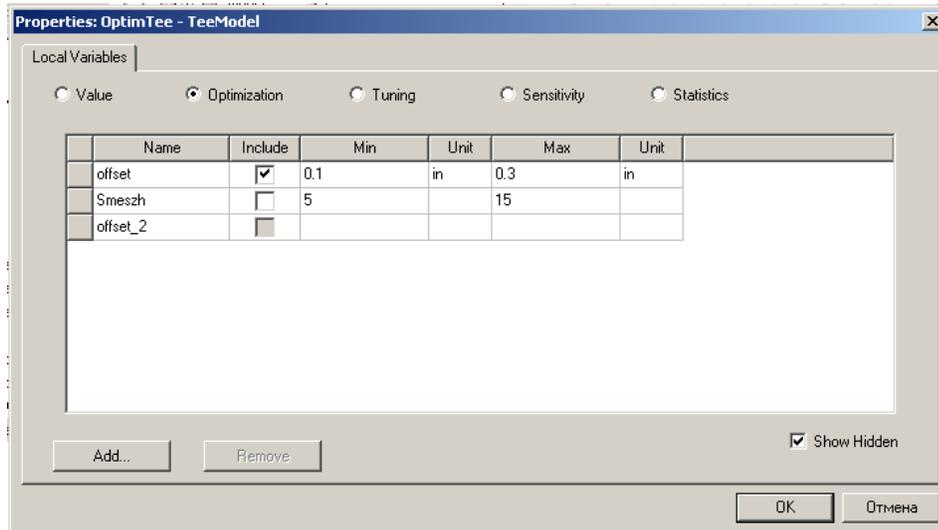

Рис.13.19. Установка переменных для оптимизации, подстройки, расчета поля разброса и статистического анализа
1. В меню HFSS, нажмите **Design Properties**. Появляется окно **Properties** (рис. 13.19).